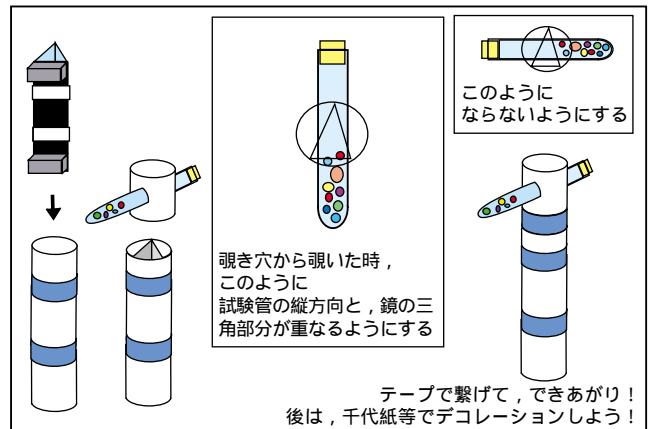

図 4
- (4) フィルムケースの中に鏡を入れ、横に穴を開けたフィルムケースに試験管を突っ込んで繋げてみる。最後にフィルムケースをビニールテープで繋げる（図4）。